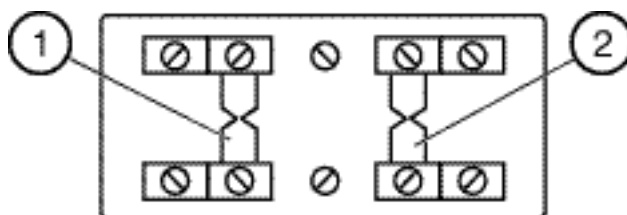

Рис. 15
Предохранители на 60 А каждый в цепи заряда аккумуляторных батарей (2) и цепи свечей накаливания (1) установлены на маслбаке с левой стороны двигателя (рис. 15).